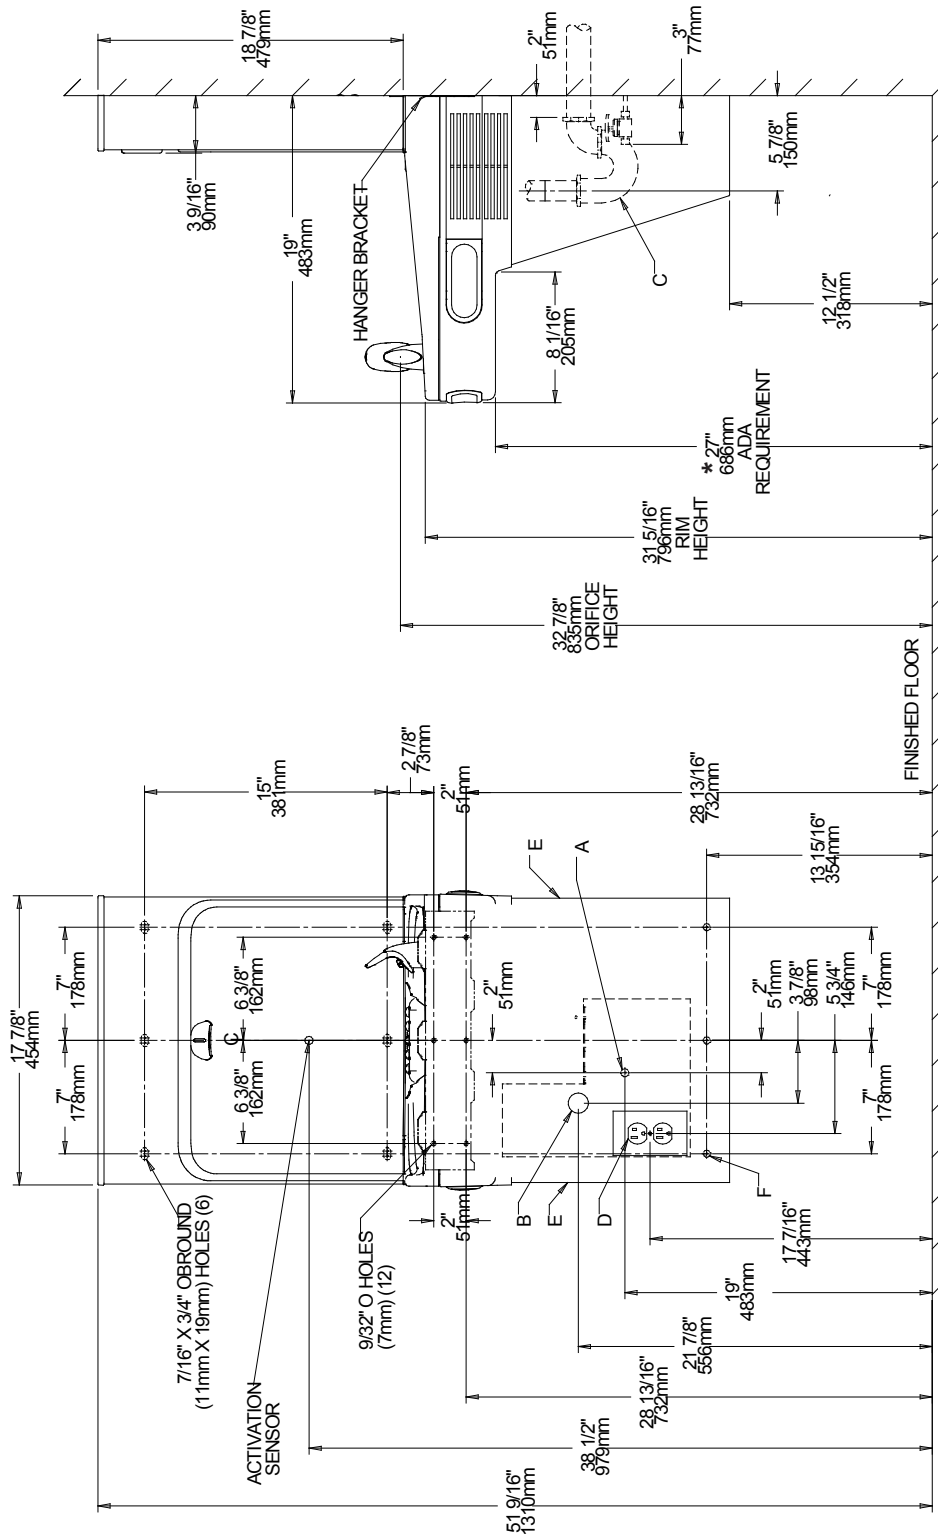

Fig. 2
- 1) Remove hanger bracket fastened to back of cooler by removing one (1) screw.
- 2) Mount the hanger bracket as shown in Figure 2.
- NOTE:** Hanger Bracket **MUST** be supported securely. Add fixture support carrier if wall will not provide adequate support. Anchor hanger securely to wall using all six (6) 1/4 in. dia. mounting holes.
- 3) Hang the cooler on the hanger bracket. Be certain the hanger bracket is engaged properly in the slots on the cooler back as shown in Figure 2.
- 4) Remove the four (4) screws holding the lower front panel at the bottom of cooler. Remove the front panel by pulling straight down and set aside.
- 1) Retire el soporte fijador que se encuentra conectado a la parte posterior del enfriador sacando un (1) tornillo.
- 2) Monte el soporte fijador de la manera descrita en Fig. 2.
- 1) Retirez le support de suspension fixé au dos du refroidisseur en retirant une (1) vis.
- 2) Montez le support de suspension comme indiqué dans la figure 2.
- 3) Pendez le refroidisseur au support de suspension. Assurez-vous que le support est correctement inséré dans les emplacements au dos du refroidisseur, comme indiqué dans la figure 2.
- 4) Retirez les four (4) vis maintenant en place le panneau frontal au bas du refroidisseur. Retirez le capot inférieur en tirant vers le bas et mettez-le de côté.